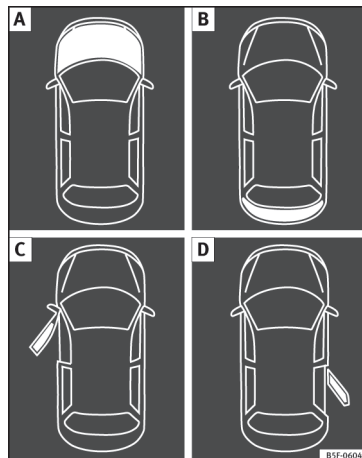

Abb. 83 A: Motorraumklappe geöffnet, B: Heckklappe geöffnet, C: vordere, linke Tür geöffnet, D: hintere, rechte Tür geöffnet (nur in Ausführungen mit 5 Türen).
- Motorraumklappe, Gepäckraumklappe und Türen geöffnet »» **Abb. 83.**